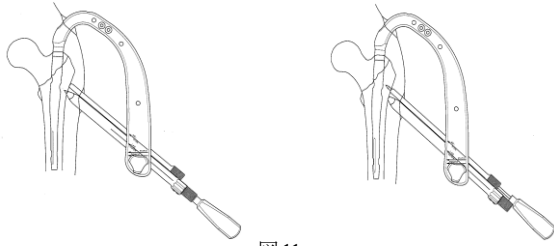

図 11
- 9) ガイドピンの刺入位置を確実にするため、ラグスクリュー、アンチローテーション共に 3.2 ガイドピン用ピンオウルにて外側皮質を穿孔します。(図 11)